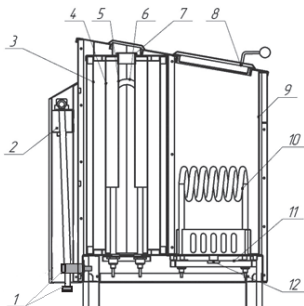

Рис. 3 Устройство ЭНУ 4,25; 6,25 кВт
Через теплоизолированную емкость для воды (поз. 3, рис. 3, 4) проходит канал коробчатого сечения (поз. 4, рис. 3, 4), в котором установлены ТЭНы (поз. 6, рис. 3, 4). Нагрев воды до состояния кипения происходит за счет передачи тепла через стенки канала от ТЭНов к воде. Внутри канала имеются паропроводящие короба (поз. 5, рис. 3, 4), по которым пар подается в нижнюю часть канала, где смешивается с воздухом, поступающим в канал снизу. За счет конвективных потоков паровоздушная смесь устремляется вверх, нагреваясь до температуры 300-330С, выбрасывается в помещение через форсунку (поз. 7, рис. 3, 4). Заполнение емкости и ее дальнейшее пополнение водой осуществляется в автоматическом режиме через клапан, размещенный на задней стенке наружного корпуса. (поз. 2, рис. 3, 4).
Блок нагрева камня представляет собой теплоизолированную емкость из стали (поз. 9, рис. 3, 4), с установленными в ней ТЭНами (поз.10, рис. 3, 4). Внутри емкости закладывается камень для парообразования. В верхней части расположена теплоизолированная дверь/двери (поз. 8, рис. 3, 4), позволяющая либо направлять часть тепла на нагрев помещения (дверь открыта/двери открыты), либо использовать все тепло на нагрев массива камней (дверь закрыта/двери закрыты). ТЭНы установлены на основании (поз. 11, рис. 3, 4), снабженном биметаллическими термостатами (поз. 12, рис. 3, 4), отключающими подачу напряжения на ТЭНы при достижении определенной температуры внутри емкости.
1.4.7 Обеспечение Устройства водой осуществляется от внешней системы водоснабжения. Подача и слив воды осуществляются через заливной шланг и сливной штуцер (поз. 1, рис. 3, 4), расположенные на задней стенке Устройства под съемным кожухом.